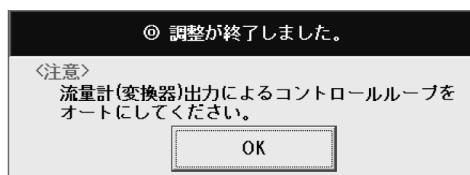

図50
- ⑤ 「アナログ出力調整[4～20mA]」と同様に繰り返し調整を行うかどうか聞いてきますので、繰り返し行う場合は「はい」ボタンをクリックし、次の5V(20mA)のアナログ出力の調整を行う場合は「いいえ」ボタンをクリックしてください。
- ⑥ 「いいえ」をクリックすると5V(20mA)の調整を行います。1V(4mA)の調整と同様に、測定器の読値を入力し「OK」ボタンをクリックしてください。
- ⑦ 「いいえ」ボタンをクリックすると、アナログ出力値の調整は終了です。図50のような「調整が終了しました」のメッセージボックスが現れますので、「OK」ボタンをクリックしてください。